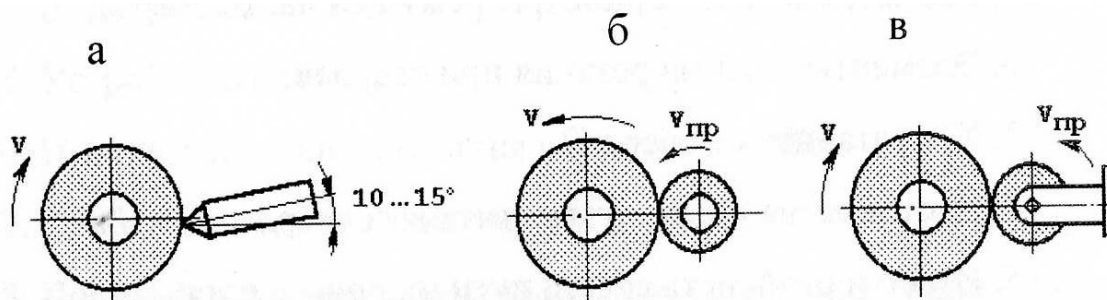

Рисунок 2
12. Перечислите методы правки шлифовальных кругов (рисунок 2):